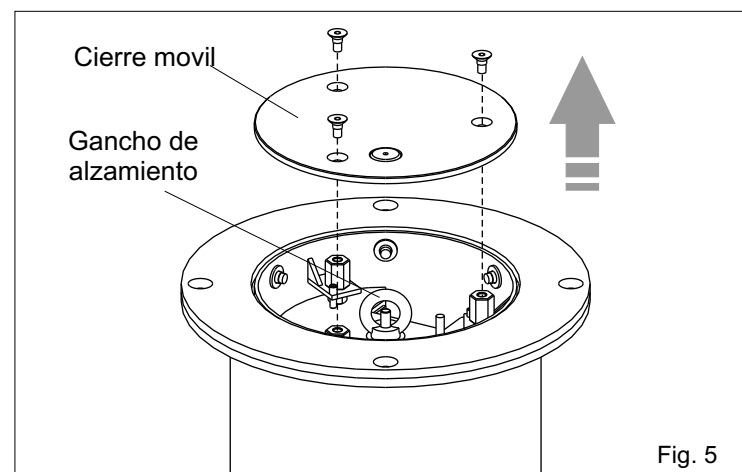

Fig. 5
2.1. Quitar el cierre móvil desatornillando los tres tornillos como Fig. 5.